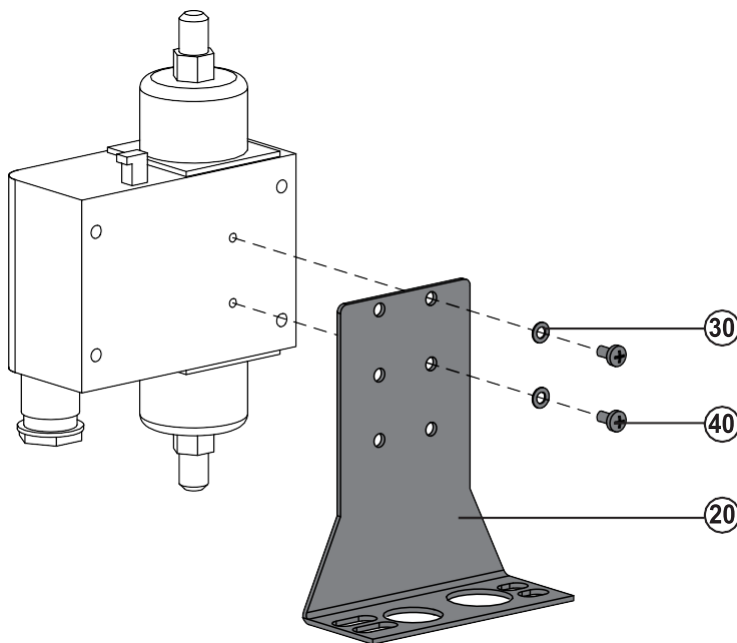

Рис. 1
- Установите кронштейн (20) на защитное реле давления масла с помощью винтов (30) и зубчатой стопорной шайбы (40) (рис. 1).